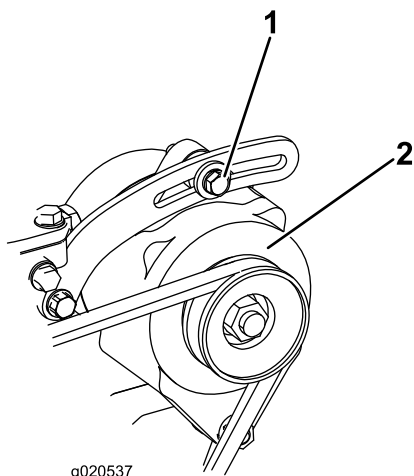

Figura 97
1. Si la desviación no es de 10 mm, afloje los pernos de montaje del alternador (Figura 97).